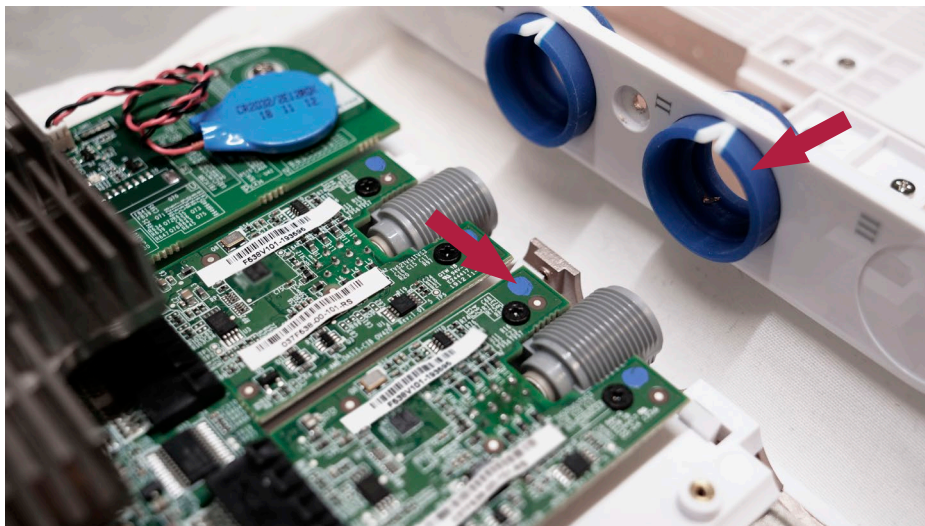

Figura 19 Indicatorul de culoare de pe placa VDI trebuie să corespundă cu inelul colorat
- f) **Asigurați-vă că inelul colorat are aceeași culoare ca indicatorul de pe placa VDI (a se vedea Figura 19)**
Când montați la loc carcasa neagră, observați dacă punctele colorate de pe plăcile VDI (Figura 19) corespund culorilor inelelor colorate la care sunt plasate.